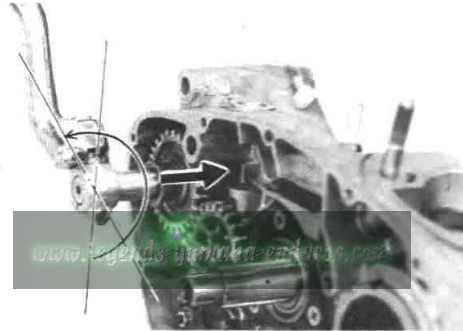

Fig. 3-5-11
3. Rotate kick crank counterclockwise approximately 3/4 turn and push straight in. (Fig. 3-5-11)
3. Tournez la pédale de kick en sens inverse des aiguilles d'une montre d'approximativement 3/4 de tour et enfoncez la directement en poussant. (Fig. 3-5-11)